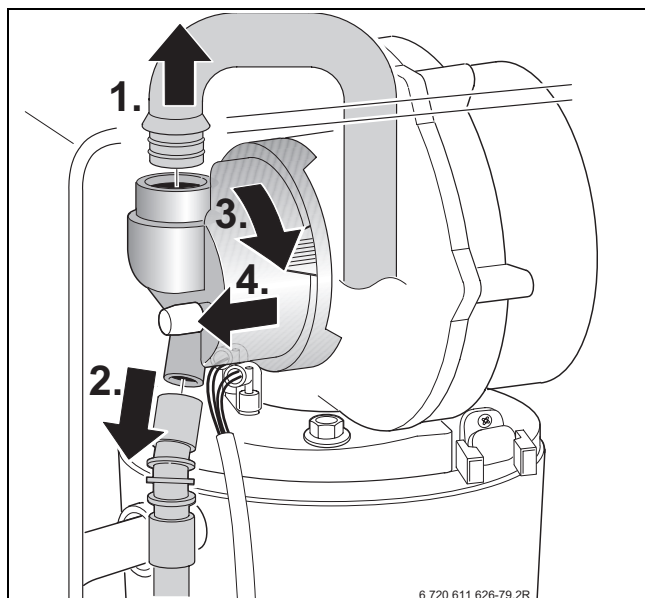

Fig. 49
- ▶ demontați dispozitivul de amestec (1) conform fig. 49.
- ▶ Verificați membrana (2) de murdărire și crăpături.